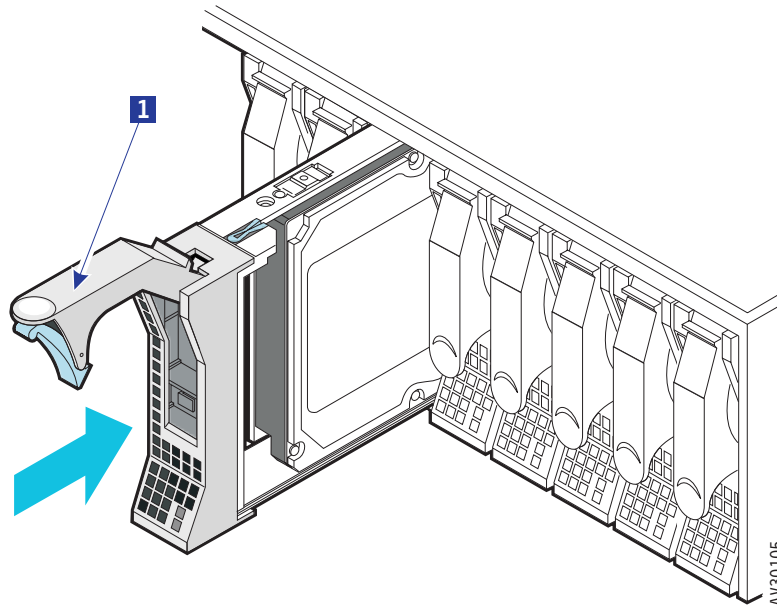

図 18. HDD モジュールの再設置
2. 図 18 のように、取り付ける HDD モジュール上のハンドル **1** が、完全に開いていることを確認して下さい。